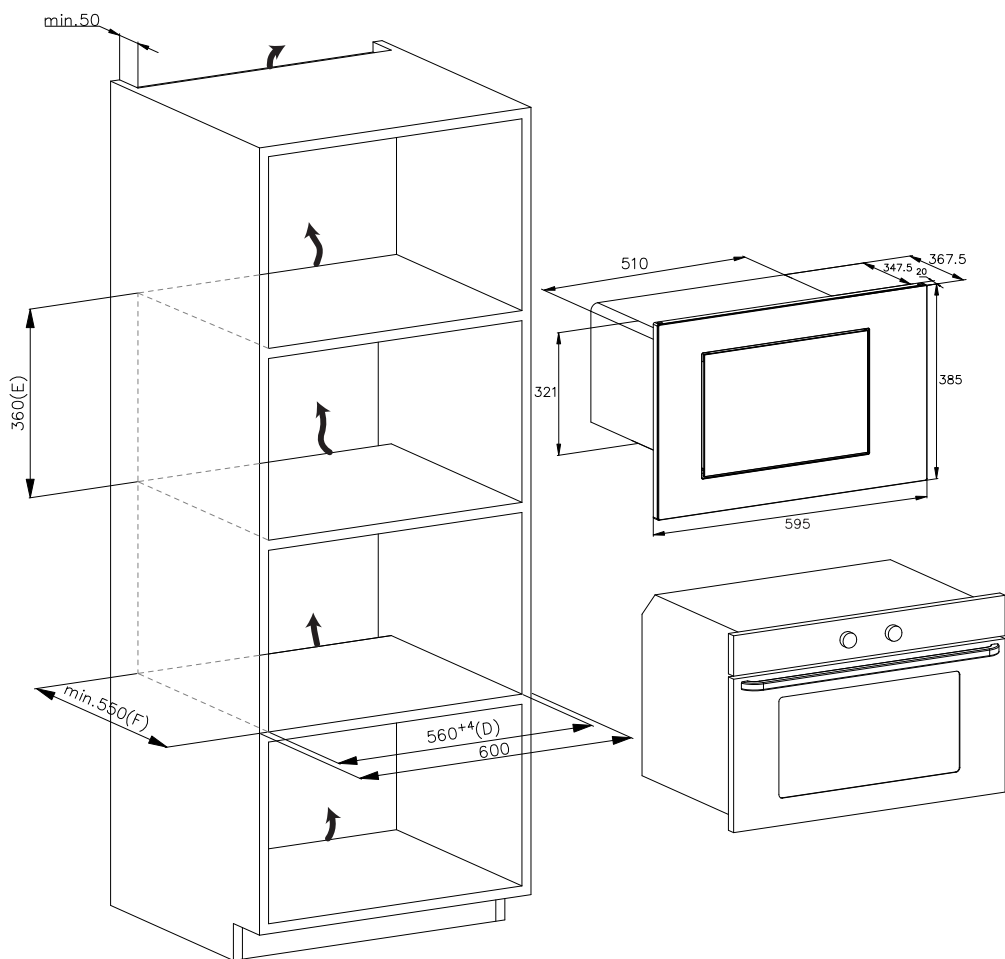

Afb. 4
d) Gebruik de schroeven uit de onderdelenverpakking om de combi-magnetron in de kast vast te zetten (afb. 4).